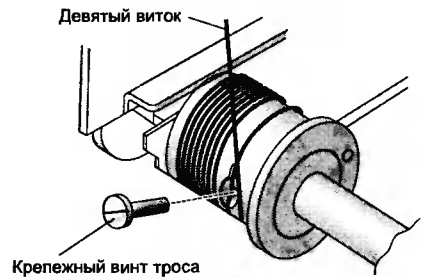

Рис. 4. Закрепление троса на приводном шкиве базы зеркал
8. Закрепите приводной трос базы зеркал на шкиве с помощью крепежного винта. Винт должен удерживать только восьмой виток троса (рис. 4);